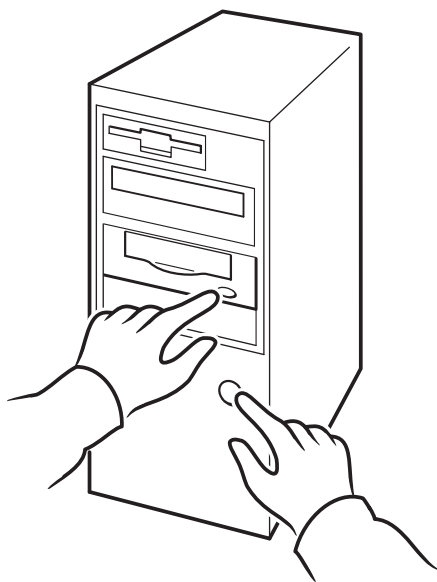

図 13b: HP OBDR、ステップ 2
- 2 テープ・ドライブのイジェクト・ボタンを押し続けます。イジェクト・ボタンを押しながら、サーバの電源を入れます (図 13b を参照)。これにより、HP One-Button Disaster Recovery 処理が開始されます。フロント・パネルのテープ・ライトとクリーン・ライトが OBDR シーケンスで交互に点滅したらすぐにボタンから指を離します。